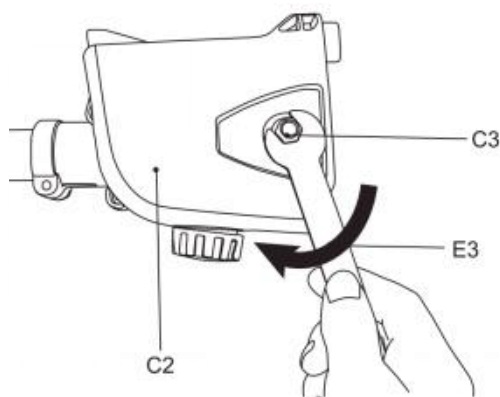

Fig. 12
8) Plaats de kap (C2) terug, monteer eerst de achterkant en dan de voorkant, en zorg ervoor dat de borgpen op zijn plaats zit. Draai de resterende moer (C3) lichtjes aan met de montagesleutel (E3) (Fig. 12). Draai de moeren niet helemaal vast, want eerst moet de zaagketting gespannen worden.